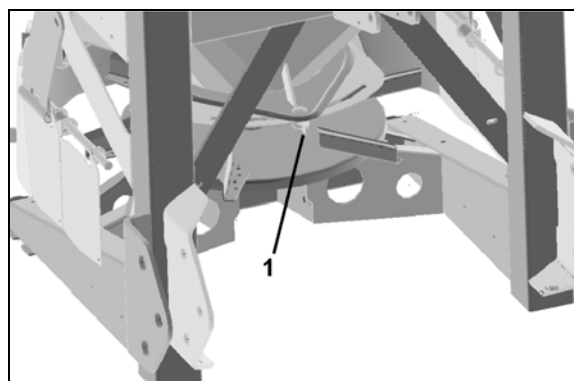

Fig. 33
1. Desserrer la vis à ailettes (Fig. 33/1).